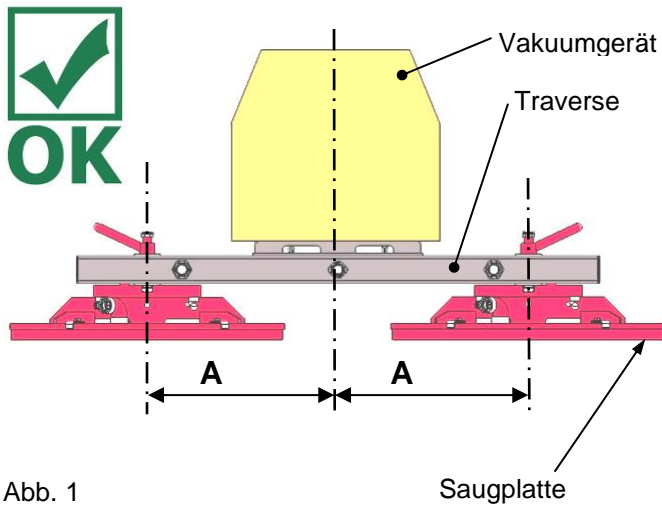

Abb. 1
Die Saugplatten müssen immer den *gleichen* Abstand (A) zur senkrechten Mittelachse der Traverse haben (siehe Abbildung 1).